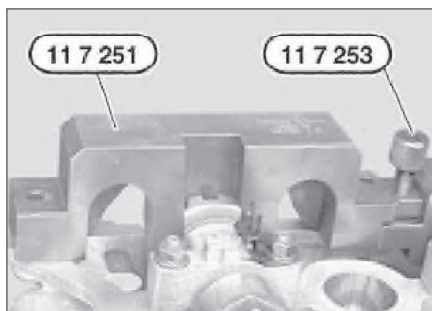

Рис. 3.175. Приспособление «11.7.251»
- Установить приспособление «11.7.251» (рис. 3.175) на выпускной распределительный вал, предварительно вывернув из него приспособление «11.7.253». Регулировка верна, если оно прилегает к головке блока цилиндров без зазоров, или приподнято на стороне выпуска максимум на 1,0 мм.